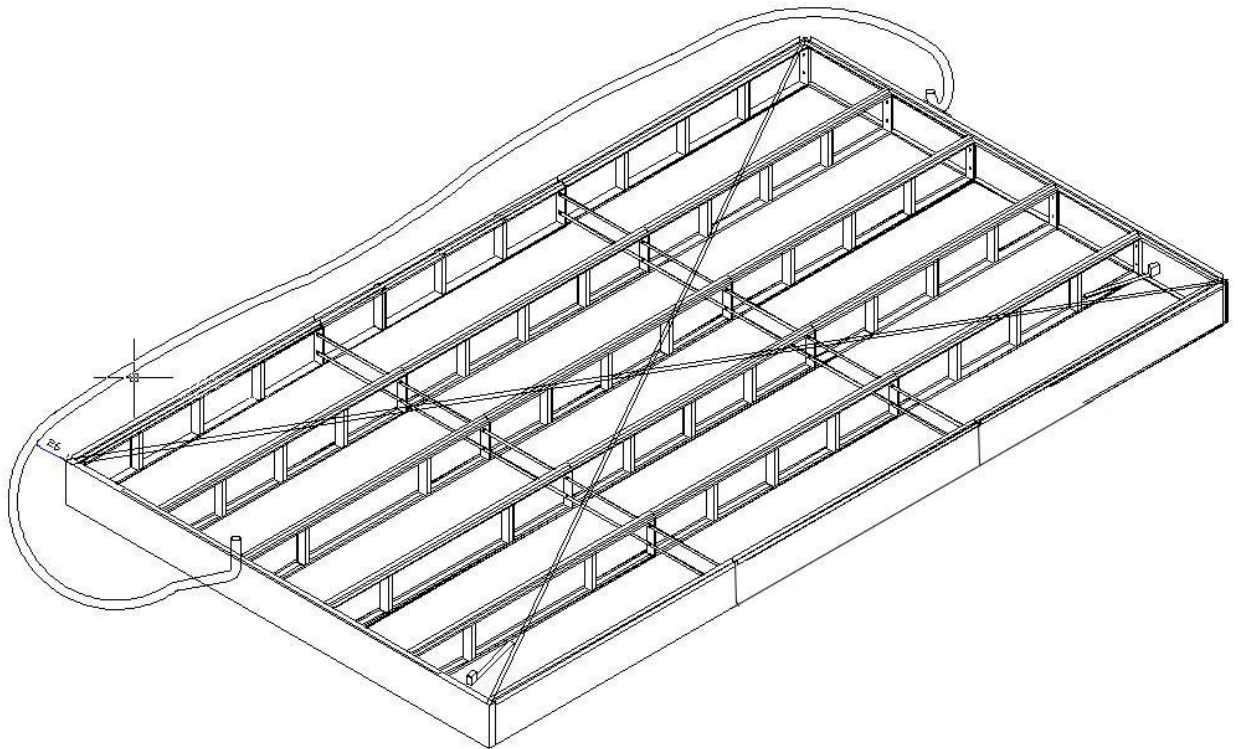

Рис. 2.5
2. Отрегулируйте уровень точки подключения: найдите самую высокую точку с помощью устройства для измерения уровня, затем с помощью чего-либо поднимите другую точку. Показано на рис.2.5
3. Отрегулируйте правильность установки: выровняйте боковые панели и среднюю скобу и распределите расстояние между рядами, чтобы мы могли легко устанавливать сетки. Показано на рис.2.5.
собрано правильно и значение погрешности должно быть менее 5 мм Показано на рис.2.5.
5. Установите нижнюю часть вентиляционного агрегата: отверстие для выпуска воздуха должно соединяться с металлической боковой панелью. Показано на рис.2.5